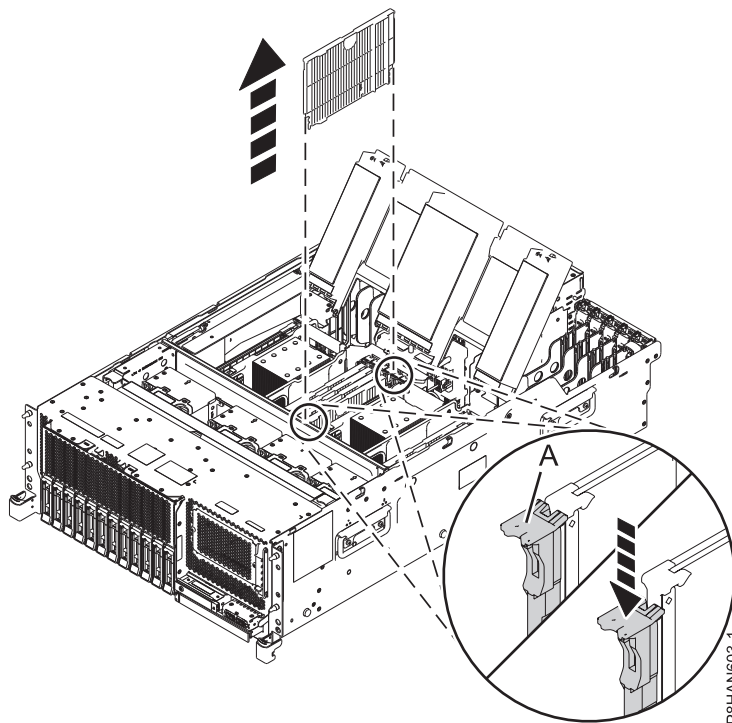

図 7. 8247-42L、8286-41A、または 8286-42A システムでのメモリー・モジュール・スロットからのメモリー・モジュール・フィラーの取り外し
- a. スロット内でメモリー・モジュール・フィラーをそのコネクタからアンロックするには、固定タブ (A) を、示されている方向に押し込みます。図 7 このタブ操作で、メモリー・モジュール・フィラーがコネクタの外に押し出されます。